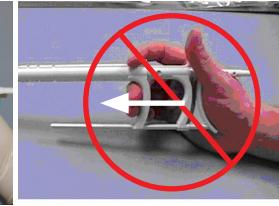

Figura 6
- Si prega di notare che una modifica della posizione del pollice rispetto alla Figura 6 è controindicata e non deve essere utilizzata.